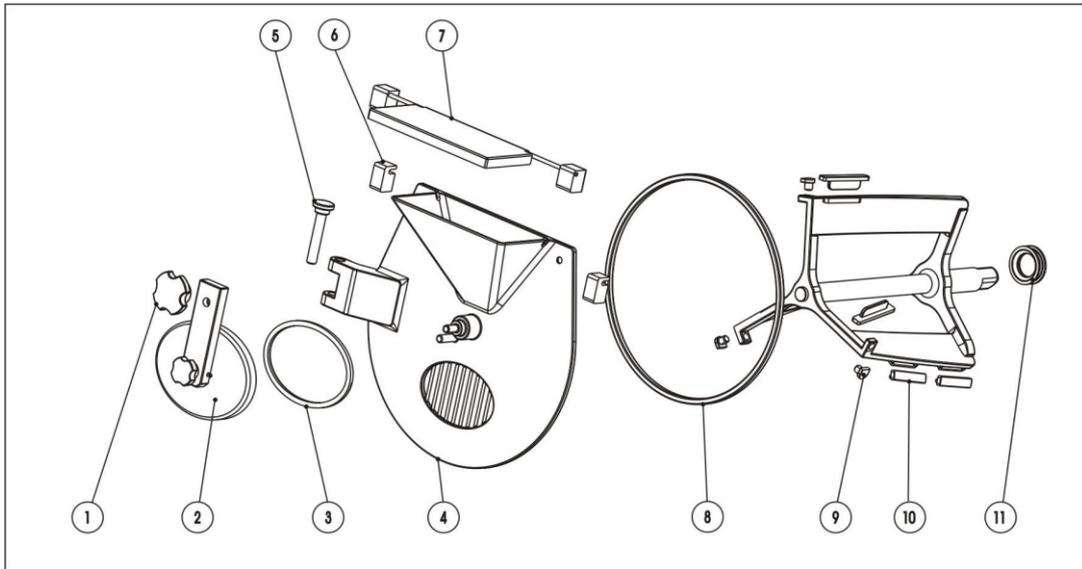

图 13
出料门——用于硬冰淇淋制品的出料和成型。出料门顶端装有安全防护板（见图 13），防护板的一端有磁性开关，当防护板开启时，机器会处于停机状态，直至防护板关闭机器才可以重新运行。
- 浸泡法适用于可拆卸的与食品接触的部件，如出料门各部件、搅拌轴组件、密封圈等，需消毒的部件的各部分应充分与消毒液接触。搅拌轴应分解为最小单元后再进行消毒处理。（详见前图 13）